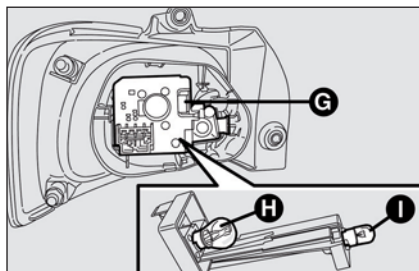

fig. 33
- ☐ presione la aleta **G**-fig. 33 de bloqueo del portalámpara para sacarlo de su alojamiento;
La ubicación de las lámparas del grupo óptico es la siguiente (**fig. 33**):